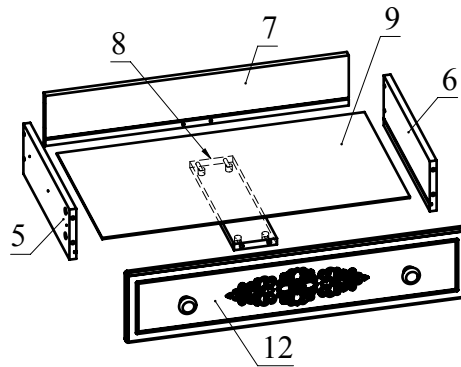
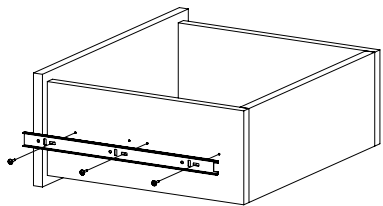

Рис.7
Рис.8
6. Соберите ящик. Для этого соедините детали 5 и 6 с деталью 7 при помощи конфирматов. Зафиксируйте деталь 7 с деталью 8, затягивая головки минификсов конфирматным ключом по часовой стрелке до упора. Вставьте дно ящика 9 из ДВП в пазы деталей 5, 6, 7. Соедините деталь 12 с полученной конструкцией и затяните головки минификсов (Рис. 7). Закрепите внутренние планки направляющих на деталях 5 и 6 шурупами 3,5х16 (Рис. 8). С помощью шурупов 4х30 с круглой головкой закрепите ручки на фасаде ящика. При необходимости регулировки ящика выкрутите шурупы из круглых отверстий и перекрутите в овальные (продольные и вертикальные регулировочные отверстия). Не затягивая до конца шурупы, сместите ответную планку вверх-вниз. Затяните шурупы до конца. Остальные ящики собираются аналогично.